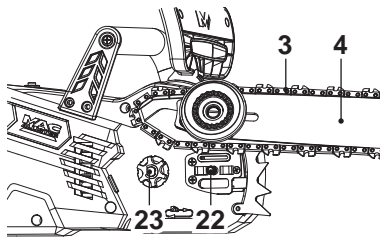

Fig. 5
6. Alignez le guide-chaîne [4] et la chaîne de la tronçonneuse [3] avec le pignon d'entraînement [23] et l'axe de support [22]. Enfilez la chaîne de la tronçonneuse sur le pignon d'entraînement puis abaissez le guide-chaîne pour l'installer sur l'axe de support (Figs. 5, 6).